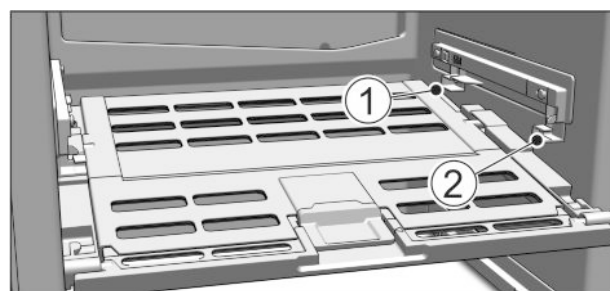

Fig. 48
► Wkładanie pokrywy Fruit & Vegetable-Safe: Ramiona pokrywy wprowadzić od dołu do tylnego uchwytu Fig. 48 (1) i założyć z przodu w uchwycie Fig. 48 (2).